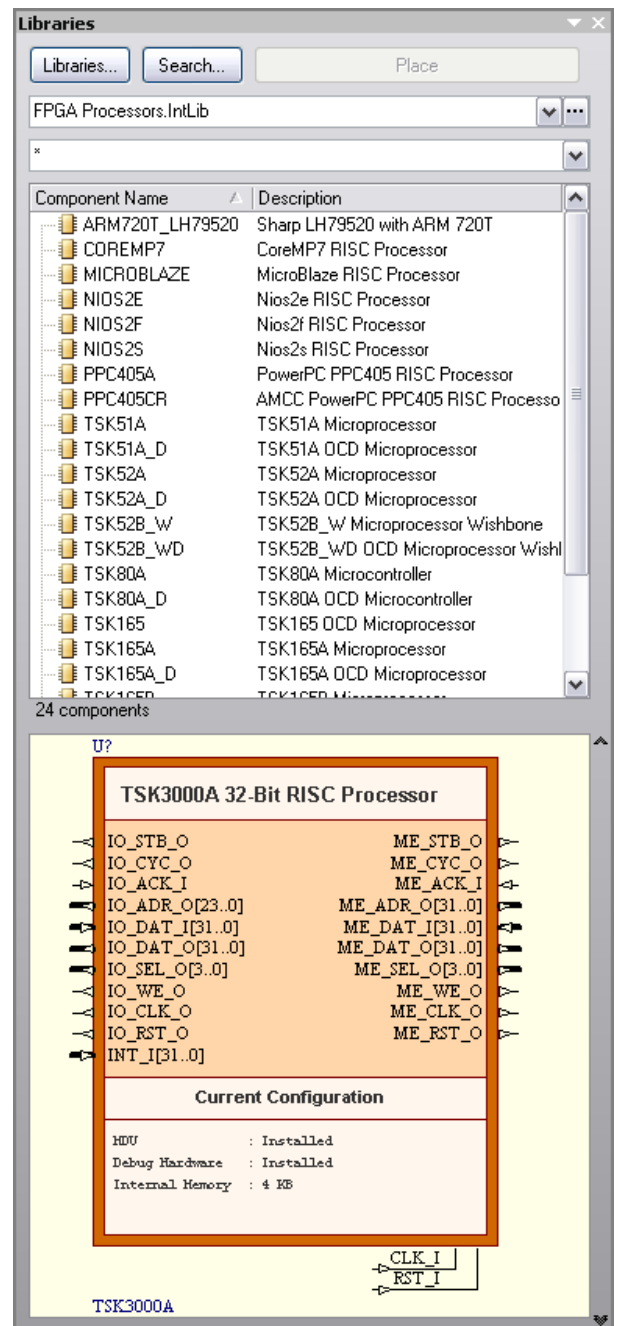

图 89. 器件库面板
4. 使用 FPGA Generic.IntLib 和 FPGA NanoBoard Port Plugin.IntLib 两个元件库中的元件, 按图 89 放置和连接原理图中的元件。